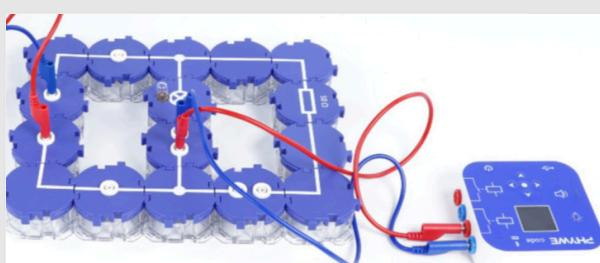

Abb. 3
- Schließe die oberen beiden Anschlüsse des Cobra SMARTSense Code unterhalb der Glühbirne an. Die oberen beiden Anschlüsse sind die, auf der Höhe des PHYWE-Logos. (Abb. 3)